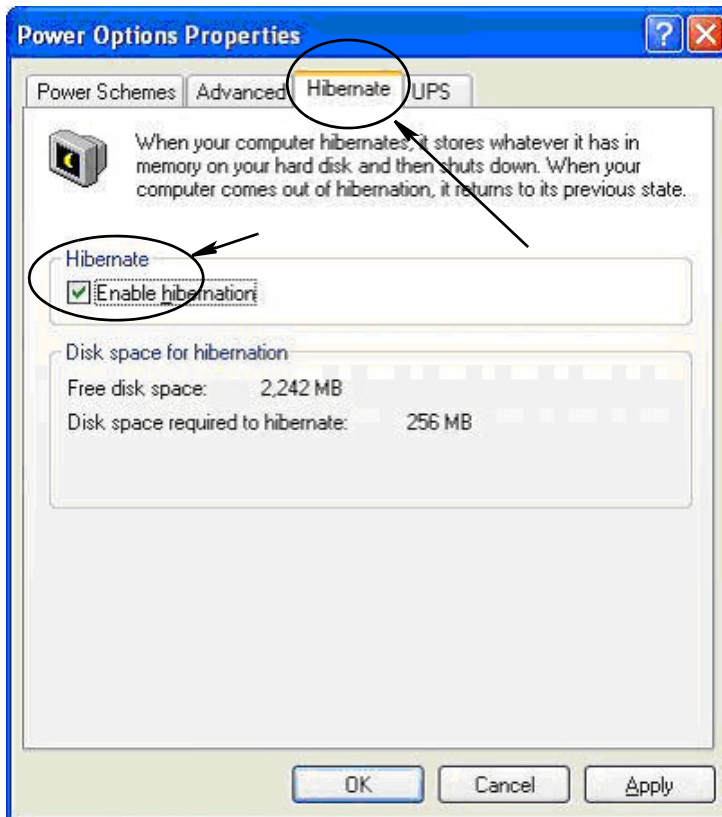

FIG. 15
3. Selezionare la scheda Ibernazione. Disattivare l'ibernazione cancellando (deselezionando) la casella di controllo Attiva ibernazione. Fare clic su Applica e su OK per chiudere tutte le finestre (FIG. 15) e salvare le modifiche.